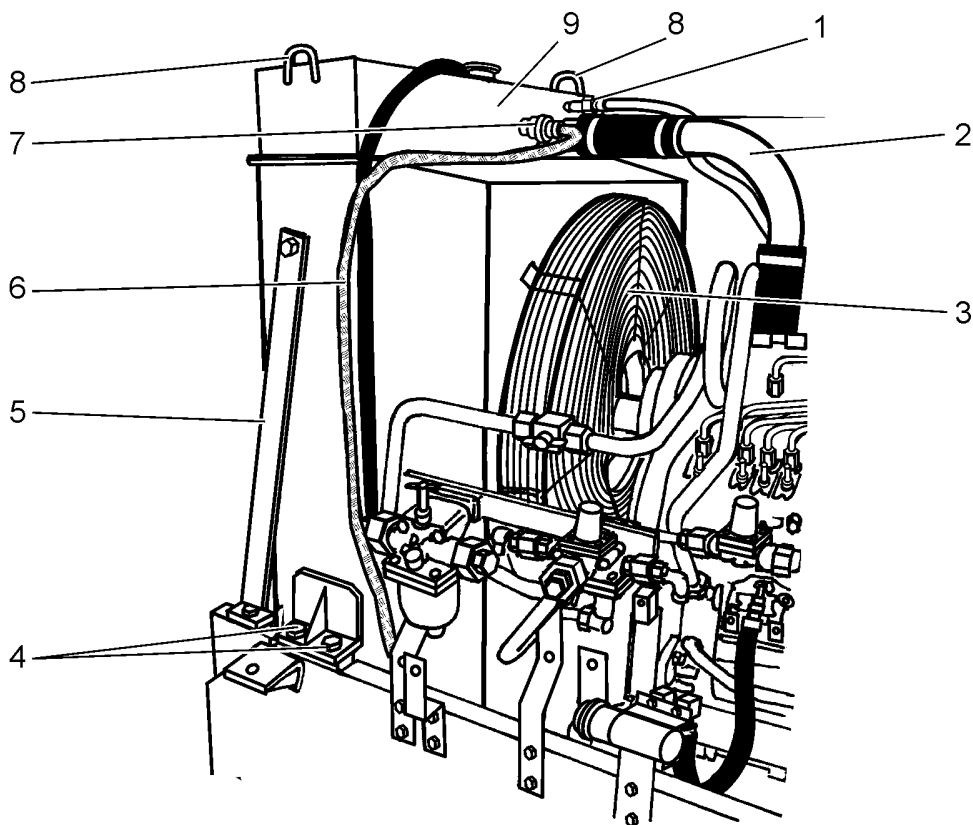

Рис. 6.5. Точки крепления (правая сторона)
- Снять две половинки пруткового ограждения (3, Рис. 6.5.) вентилятора.
13. Отсоединить трубопровод (шланг) (1, Рис. 6.5.) выпуска воздуха из системы охлаждения и колено (2) впускного трубопровода от верхнего бачка (9) радиатора.
14. Отсоединить жгут электропроводов (6, Рис. 6.5.) от датчика (7) низкого уровня охлаждающей жидкости и защитить жгут от повреждений.
15. Демонтировать кронштейны радиатора (5, Рис. 6.5.) с обеих сторон радиатора.
16. Зацепить стропы подъемника за петли (8, Рис. 6.5.) на верхнем бачке (9) радиатора. Выкрутить болты (4) с обеих сторон радиатора, приподнять и сместить назад узел радиатора для того, чтобы исключить повреждение вентилятора. Поднять и снять с машины узел радиатора. Установить узел радиатора вертикально в предварительно подготовленной подставке так, чтобы исключить повреждение сливного патрубка нижнего бачка радиатора.
9. СБОРКА РАДИАТОРА (Рис. 6.5.)
1. Зацепить стропы подъемника за петли (8, Рис. 6.5.), поднять радиатор и установить его в раму машины. Прикрепить радиатор к раме болтами (4), а также установить и закрепить кронштейны (5) с обеих сторон радиатора.
2. Подсоединить жгут (6, Рис. 6.5.) электропроводов к датчику (7) низкого уровня охлаждающей жидкости в радиаторе.
3. Установить колено (2, Рис. 6.5.) впускного трубопровода и гибкий трубопровод (шланг) (1) выпуска воздуха на верхний бачок (9) радиатора. Затянуть стяжные хомуты трубопроводов и шлангов.
7. Установить и закрепить прутковые ограждения (3, Рис. 6.5.) вентилятора.